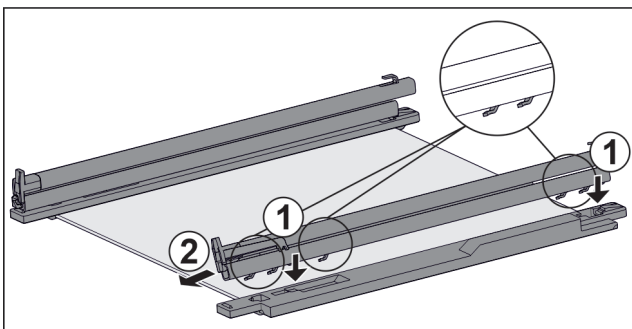

Fig. 125 Placă de sticlă cu șine și piese de fixare
- ▶ Așezați cârligele șinei pe deschiderile piesei de fixare din **stânga**. Fig. 125 (1)
- ▶ Trageți șina în față. Fig. 125 (2)
- ▶ Așezați cârligele șinei pe deschiderile piesei de fixare din **dreapta**. Fig. 125 (1)